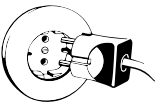

Fig.36: Collegamento
4. Allentare la vite di regolazione dell'inclinazione (fig. 36, n. 23).